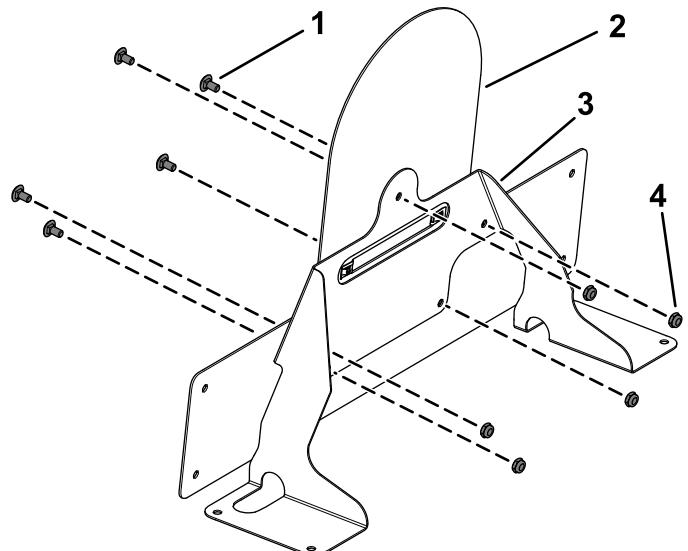

Bild 22
8. Befestigen Sie die Halterung der Geschwindigkeitsplatte mit fünf Schlossschrauben ($\frac{1}{4}'' \times \frac{1}{2}''$) und fünf Sicherungsmuttern ($\frac{1}{4}''$) an den Markierungshalterung, wie in Bild 22 abgebildet.